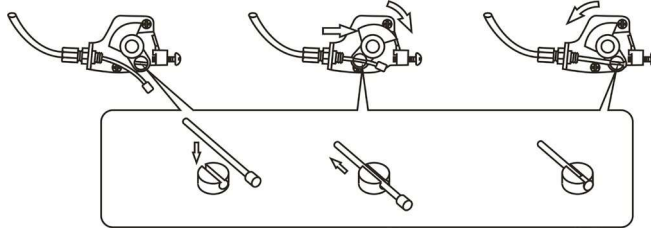

Fig. 3
- Pasar cable acelerador atreves del tornillo de ajuste Fig.3